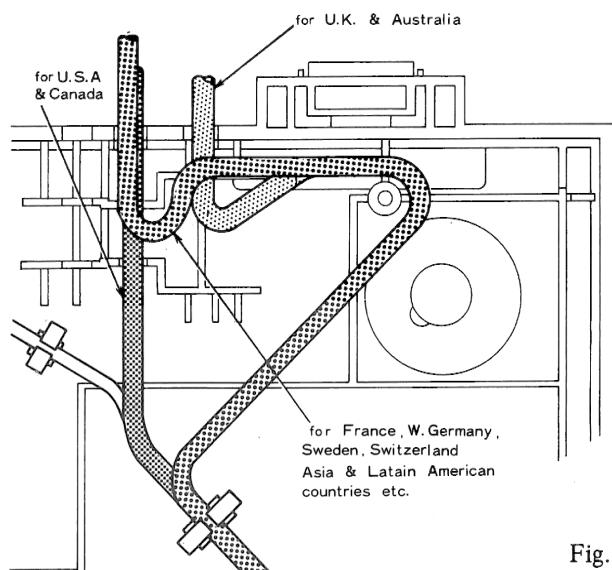

Fig. 2
- (8) The layout of the power cord differs depending on the destination because of safety standards, so lay out the power cord according to Fig. 2.
- (9) Be sure to check the cueing operation, auto-cut operation and the positions of the motor pulley and belt.
- (8) Die Anordnung des Netzkabels hängt vom Bestimmungsland ab (Sicherheitsvorschriften); das Netzkabel daher gemäß Abb. 2 anbringen.
- (9) Anschließend die Funktion des Tonarmliftes und der Unterbrechungsautomatik prüfen sowie die Position der Motor-Riemenscheibe und des Riemens kontrollieren.
- (8) Le passage du cordon d'alimentation diffère en fonction du pays de destination compte tenu des normes de sécurité imposées par ce pays. Il faut donc faire passer le cordon secteur en tenant compte des indications de la figure 2.
- (9) Vérifier également le mode de retour, l'arrêt automatique et les positions relatives de la poulie moteur et de la courroie.